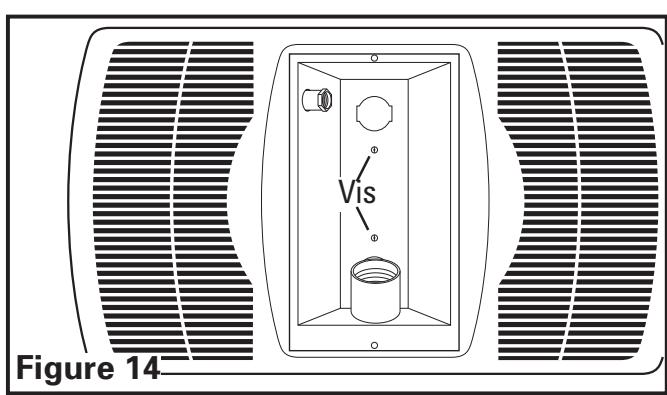

Figure 14
- Attacher le réflecteur de lumière en place avec les deux vis enlevées durant l'*Étape 2* de la **SECTION 1 Préparation de l'unité**, de sorte que la grille s'ajuste solidement contre le plafond (**Figure 14**).